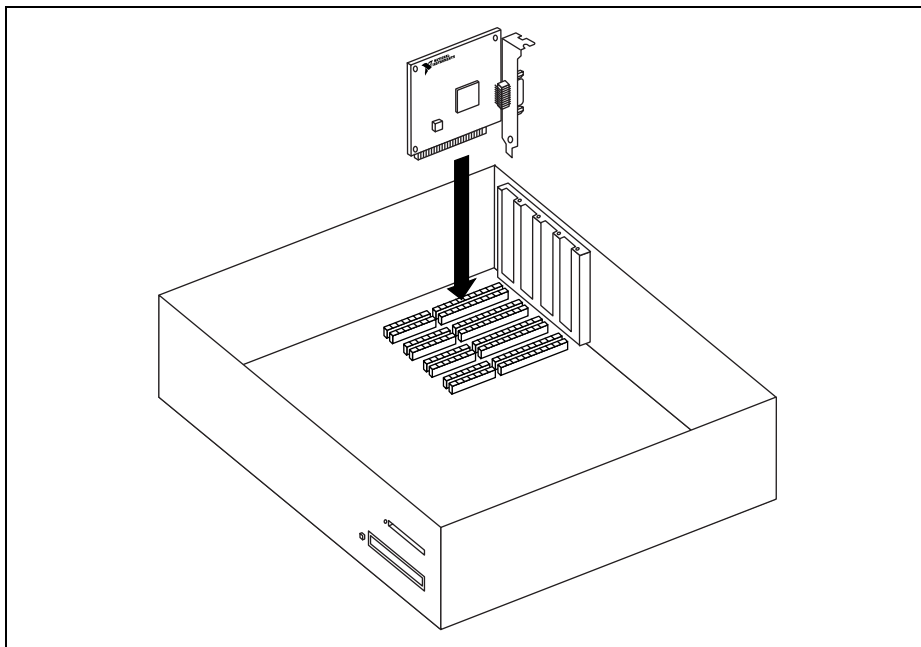

図6 GPIB-PCII/IIA の取り付け方法
6. 図6のように、 GPIB-PCII/IIA ボードの GPIB コネクタが背面パネルから突き出るように、 ボードをスロットに差し込みます。きつい場合もありますが、無理にボードを押し込まないでください。